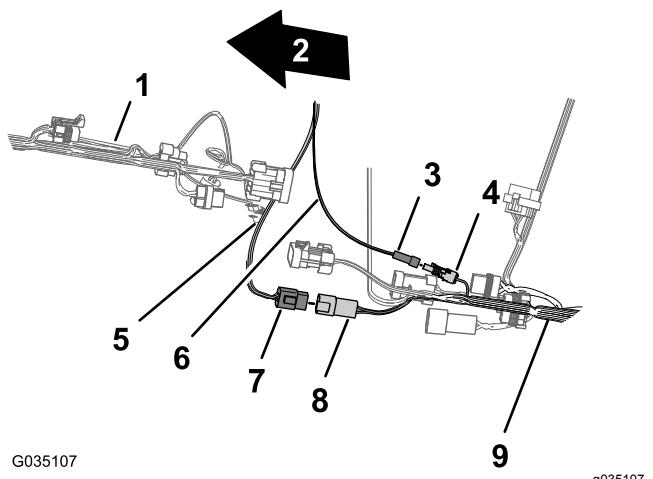

図 137
3. 4ピンコネクタCAN 2 / スプレーヤコントローラ用を、後方ハーネスの4ピンコネクタCAN 2 / スプレーヤコントローラ回路用4ソケットコネクタに接続する図 137。
4. 電装用ハーネスの1ピンコネクタを、後方ハーネスの1ソケットコネクタに接続する図 137。